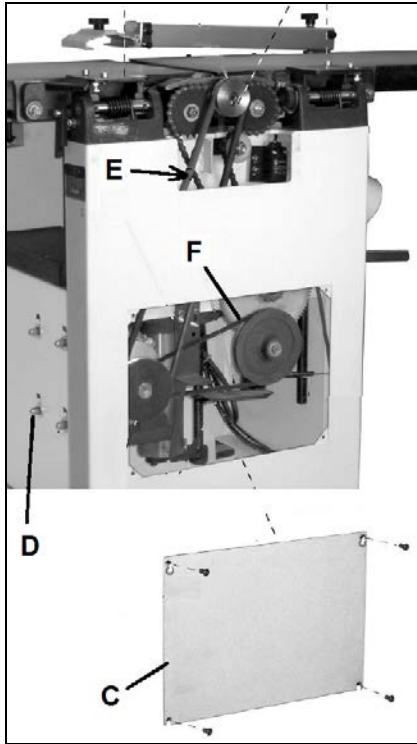

Fig 14
Pour retendre la courroie, retirer le cache inférieur (C, Fig 14), desserrer les 4 écrous (D) et abaisser le moteur.